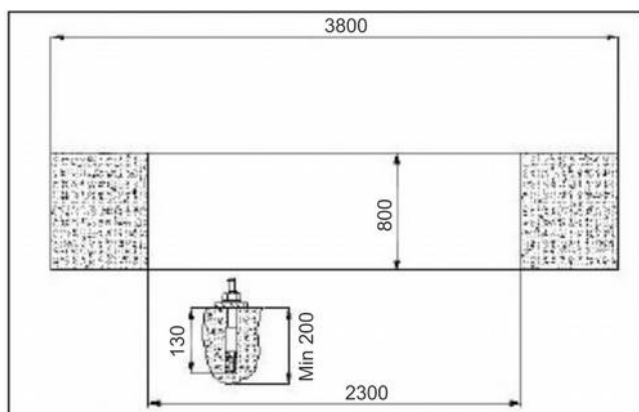

Рис. 29
- ◆ Установите штифт, как показано на рис. 29.